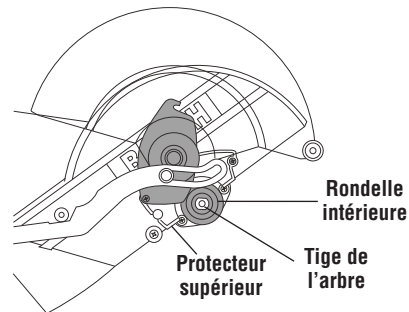

Figure 3. Pose de lame
6. Installez la lame de 10 po sur l'arbre (Figure 3).